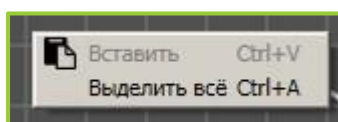

Рисунок 6.8 – Контекстное меню схемы
6.1.7 При щелчке правой кнопкой мыши на пустом месте рабочего пространства появляется контекстное меню схемы (рисунок 6.8), содержащее следующие пункты: